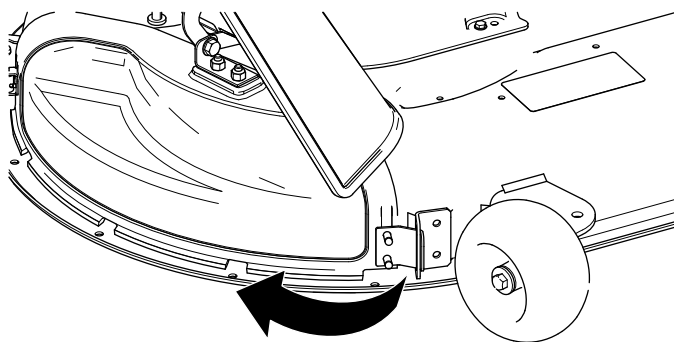

Figura 14
4. Pivotați capacul de evacuare în spate i spre punte, astfel încât capacul de evacuare să se alinieze cu puntea mainii de tuns iarba (Figura 14).